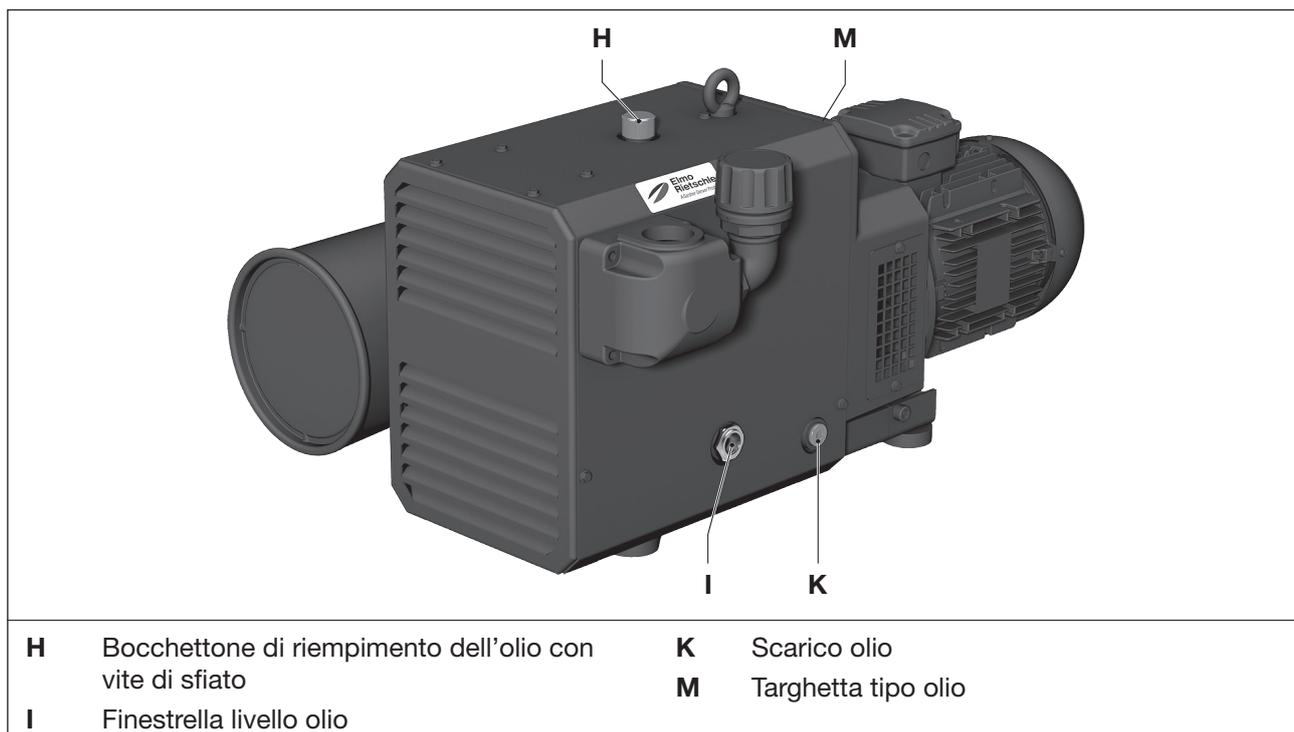

Fig. 7 Sostituire l'olio
- Controllare mensilmente il livello dell'olio attraverso le finestrelle di ispezione olio (Fig. 7/I).
- Aprire il tappo del bocchettone di riempimento dell'olio (Fig. 7/H) e riempire l'olio fino al bordo superiore della finestrella livello olio (Fig. 7/I).
Il cambio dell'olio, in caso di funzionamento pulito, deve essere effettuato ogni 5.000 ore di funzionamento. Come mezzo di esercizio consigliamo l'uso di oli Elmo Rietschle (vedi anche targa olio consigliati (Fig. 7/M)): GEAR-LUBE 150 – Olio sintetico, ad alta sollecitazione e resistenza all'invecchiamento con eccellente protezione contro usura
- b) Aprire la vite (Fig. 7/H) del bocchettone di riempimento dell'olio e lo scarico dell'olio (Fig. 7/K) e scaricare completamente l'olio esausto.
- c) Chiudere il bocchettone di scarico dell'olio (Fig. 7/K) e riempire di olio nuovo attraverso il bocchettone di riempimento dell'olio (Fig. 7/H).
Controllare il livello dell'olio attraverso le finestrelle di ispezione (Fig. 7/I).
- d) Chiudere la vite del bocchettone di riempimento dell'olio (Fig. 7/H).